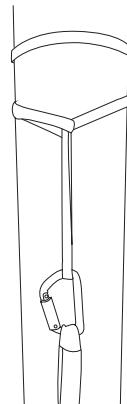
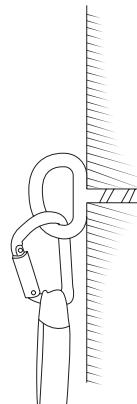

Fig. 1B: Anclaje vertical
Fig. 1C: Anclaje a estructura fija
- Si la eslinga de anclaje se coloca alrededor de una construcción vertical, quite la eslinga y enróllela dos veces alrededor del poste y pásela a través de sí misma de nuevo. Después sujeté el mosquetón como se indica en la fig. 1B. Asegúrese de que la eslinga de anclaje no se mueva. En la fig. 1C se muestra cómo acoplar el mosquetón a un anclaje estructural fijo EN795 cl. A.